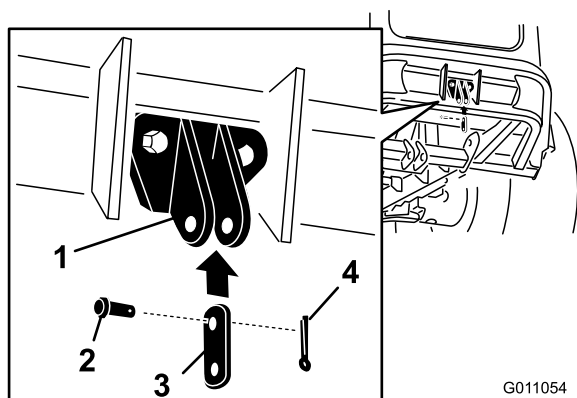

Figure 8
1. Montez la biellette sur son support avec un petit axe de chape et une petite goupille fendue (Figure 8).